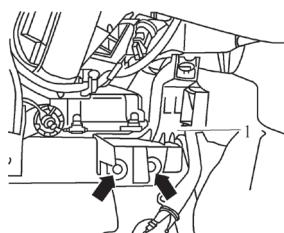

图 5-14 取下前端板支架
11) 旋出图 5-14 箭头所示螺母，取下前端板支架 1。从空调暖风装置上脱开冷凝水排出软管。